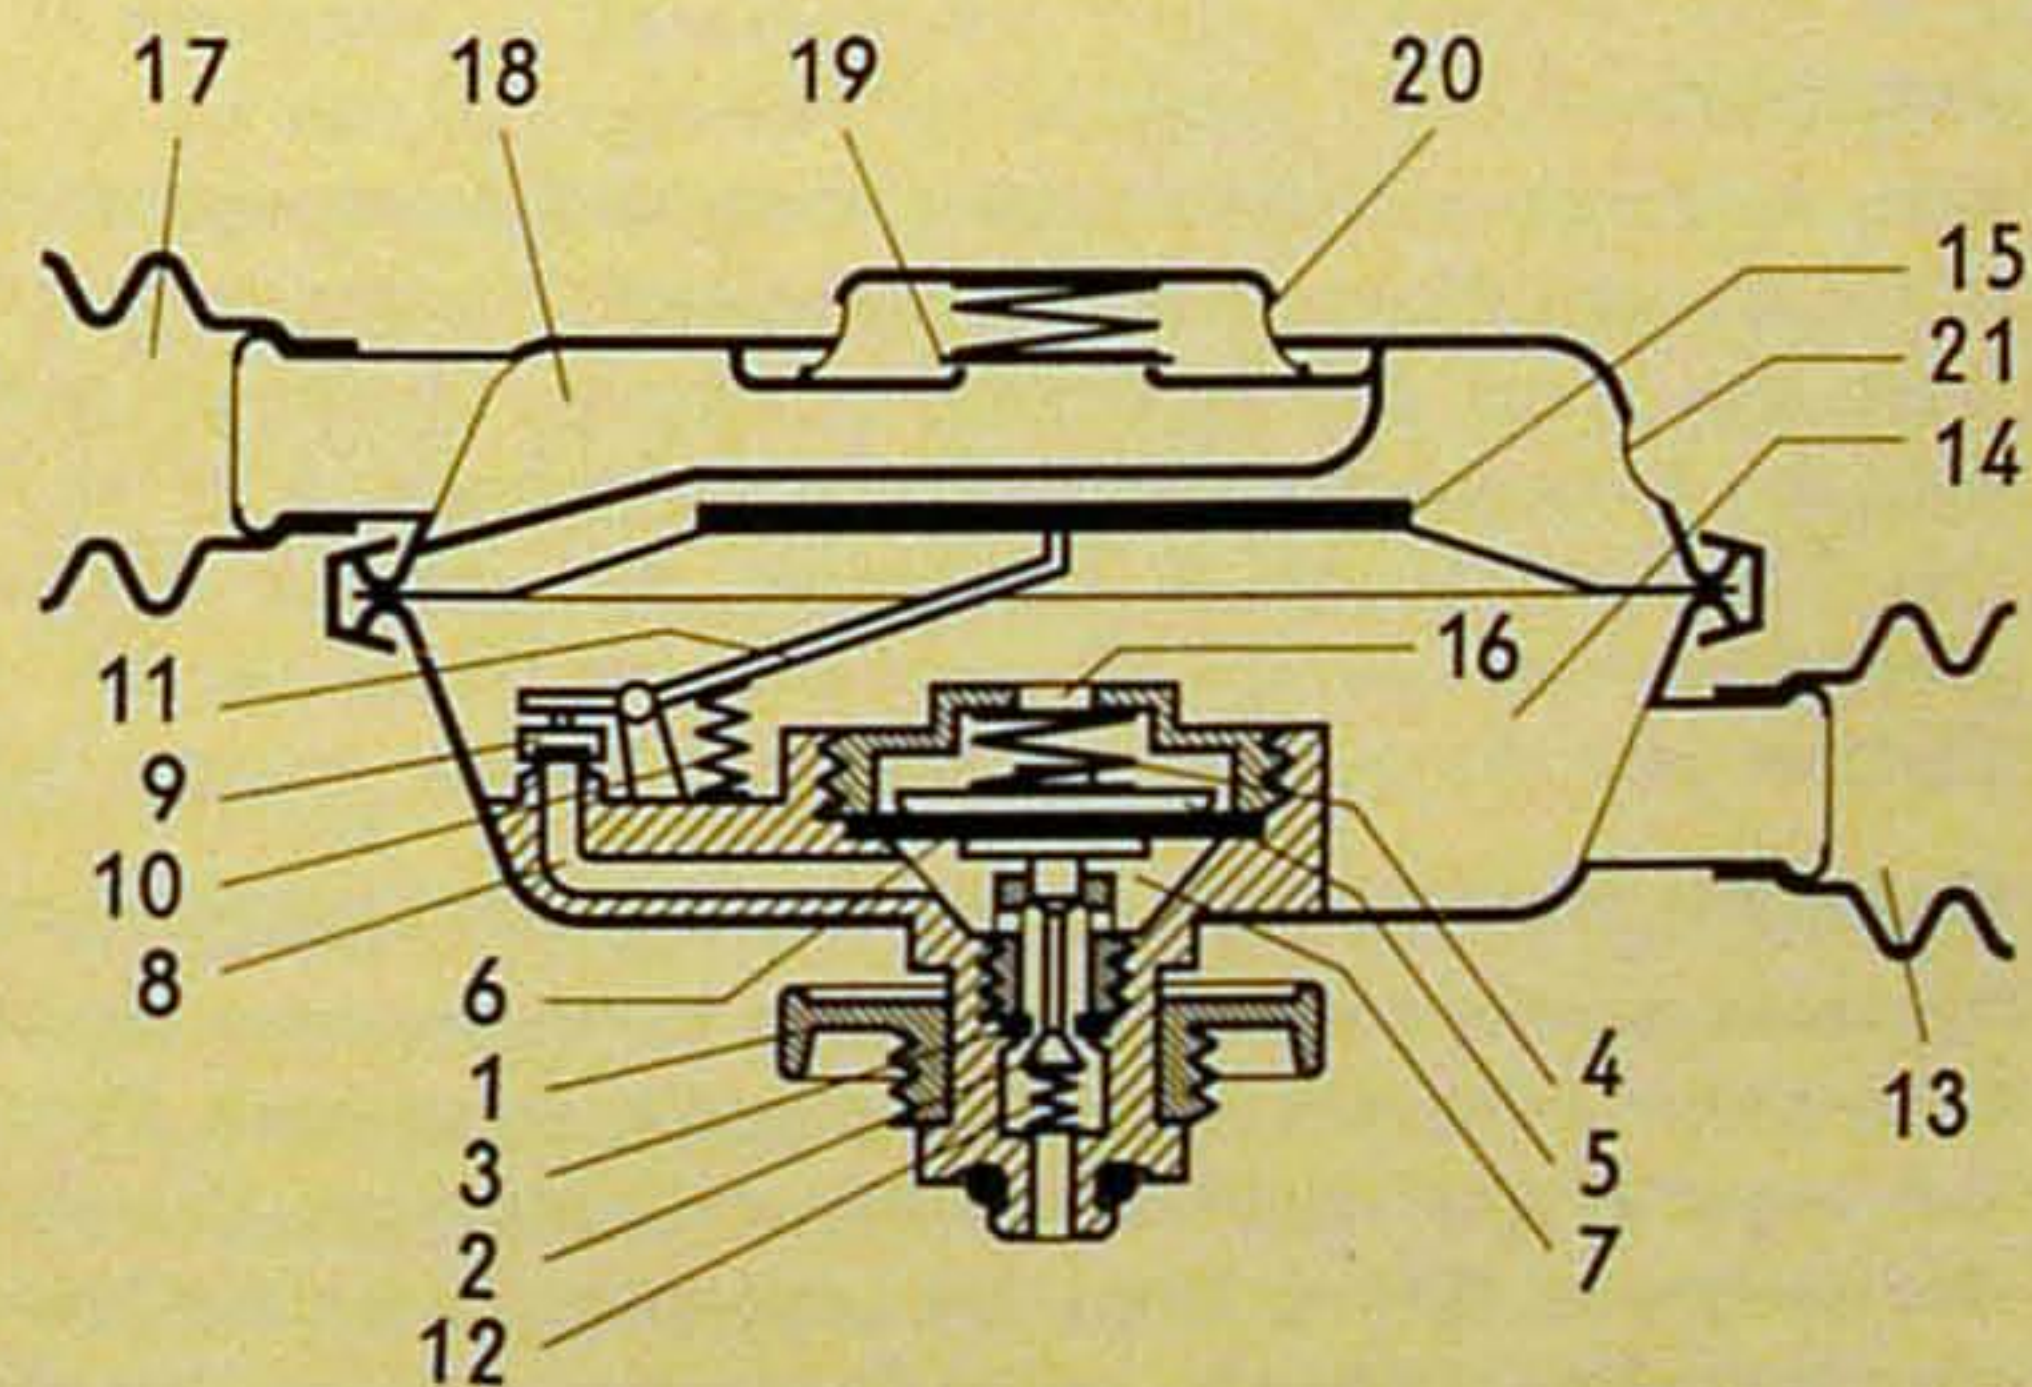

Abb. 2 Vereinfachter Schnitt durch den Lungenautomaten PA 61/II
2. Beschreibung der Funktion des Lungenautomaten (Abb. 2)